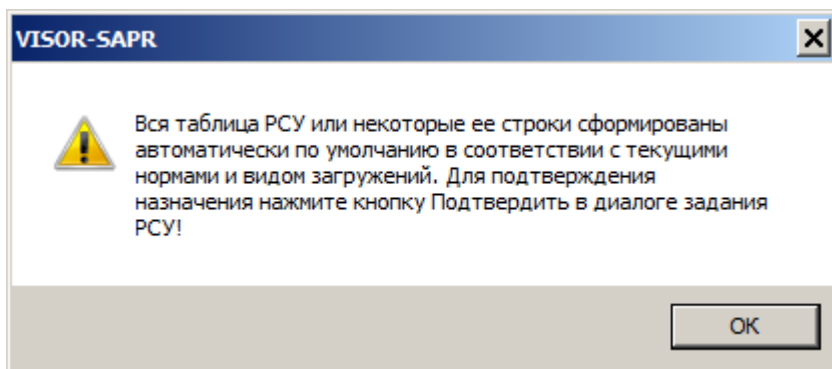

Рис.23.30. Диалоговое окно VISOR-SAPR
- При открытии расчетной схемы в ВИЗОР-САПР система выдаст сообщение (рис.23.30).